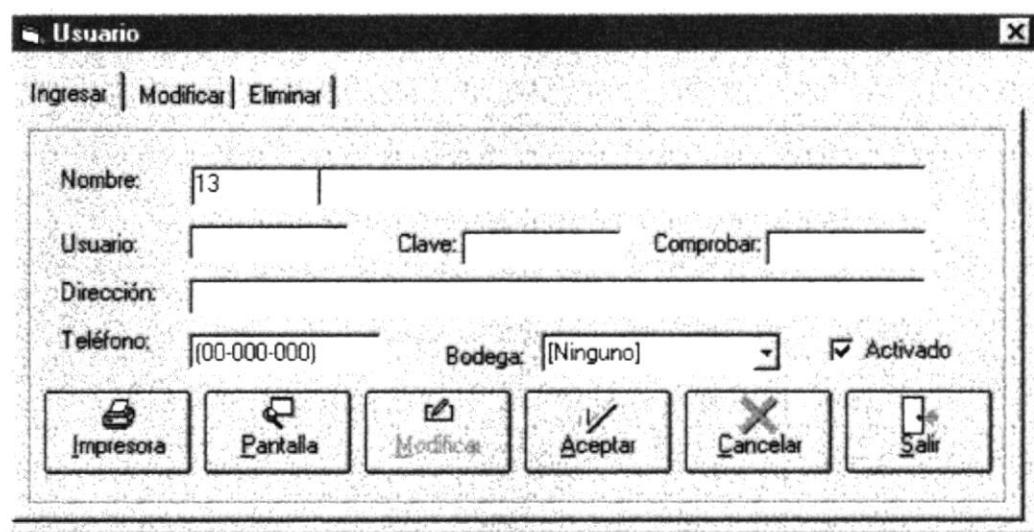

Figura 12.4. Ventana Mantenimiento de usuarios.
1. Debe hacer click en el menú **Entradas** del menú principal, y elija la opción **Usuarios**, si no posee Mouse, debe dirigirse pulsado la tecla **ALT** y la letra subrayada, y con el teclado de cursor o flecha de arriba o abajo, ubíquese en la opción deseada. A continuación se presenta la ventana de mantenimiento de Usuarios (Ver Figura 12.4.)